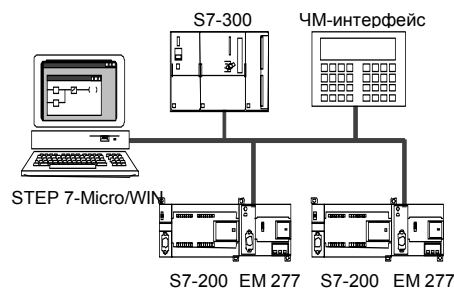

Рис. 7-16. Скорости передачи свыше 187,5 кБод
При скоростях передачи свыше 187,5 кБод CPU S7-200 должен использовать для присоединения к сети модуль EM 277. См. рис. 7-16. STEP 7-Micro/WIN должен быть присоединен через плату коммуникационного процессора (CP).